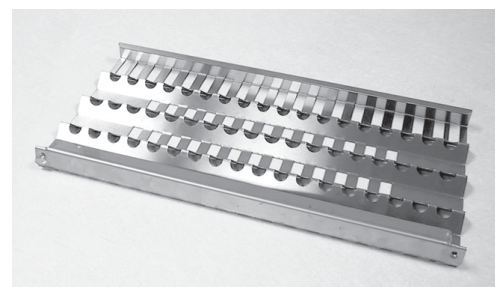

FIG. 19
1. Déballez les tiges en céramique et retirez le radiant (Fig. 19) de l'appareil.